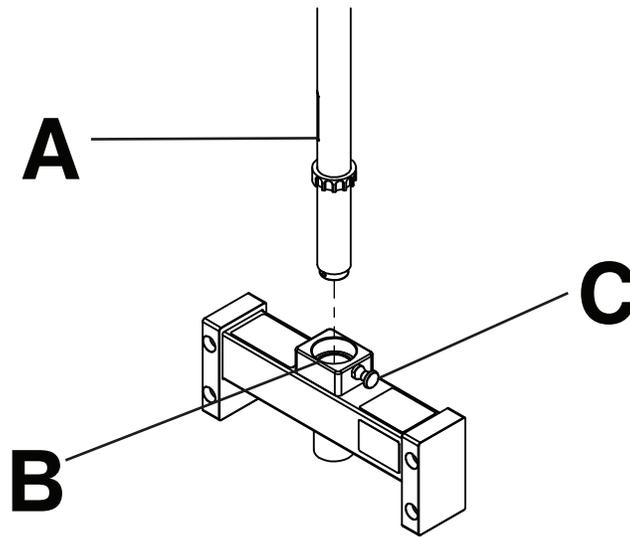

Figure 22 – Fixation ou retrait du lève-patient
1. Insérer la poignée lève-patient (A) dans le logement de support (B) (Figure 22).
2. Faire pivoter la poignée lève-patient dans le logement de support jusqu'à ce que le bouton du lève-patient (C) s'enclenche en place (Figure 22).